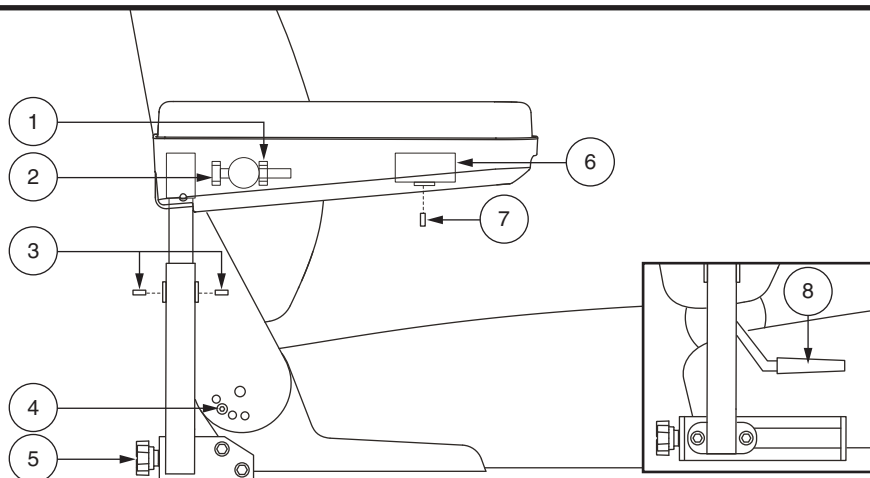

Figura 12. Regolazione dei braccioli e dello schienale
Se la carrozzina dispone di un sedile con reclino manuale, è possibile regolare l'angolazione dello schienale utilizzando la leva di sblocco dello schienale. Vedere figura 12.
1. Sollevare il bracciolo verso l'alto in modo che sia perpendicolare al pavimento. Vedere figura 12.
1. Allentare le viti di fissaggio del bracciolo. Vedere figura 12.
3. Allentare la vite di fissaggio sul supporto del joystick. **Vedere figura 12.**
5. Allentare la vite di fissaggio sulla parte inferiore di ogni bracciolo. **Vedere figura 12.**